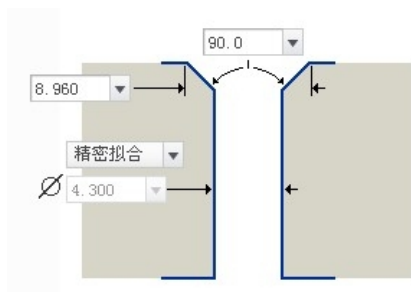

图 3.13.12 埋头螺钉过孔
- 在操控板中单击，再单击形状按钮，则螺孔形式如图 3.13.12 所示。